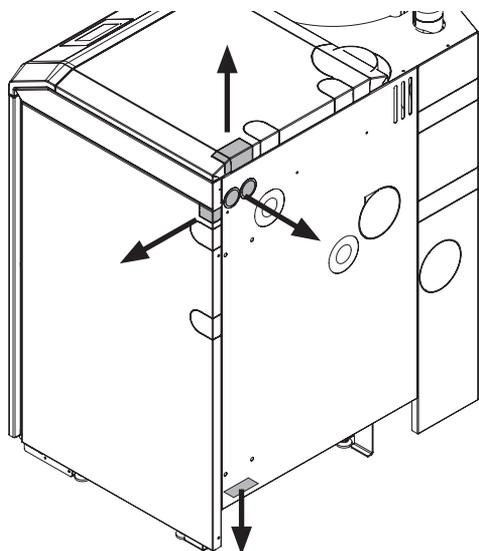

Fig. 100 Passaggi cavo nel rivestimento – vista dal retro
- ▶ Il collegamento alle morsettiere (morsetti senza viti con molla a gabbia) deve avvenire per mezzo di cavi flessibili in PVC a fili sottili. I cavi possono essere posati dall'alto, dal basso, da destra e da dietro attraverso i passaggi cavo prepunzonati (Fig. 100).